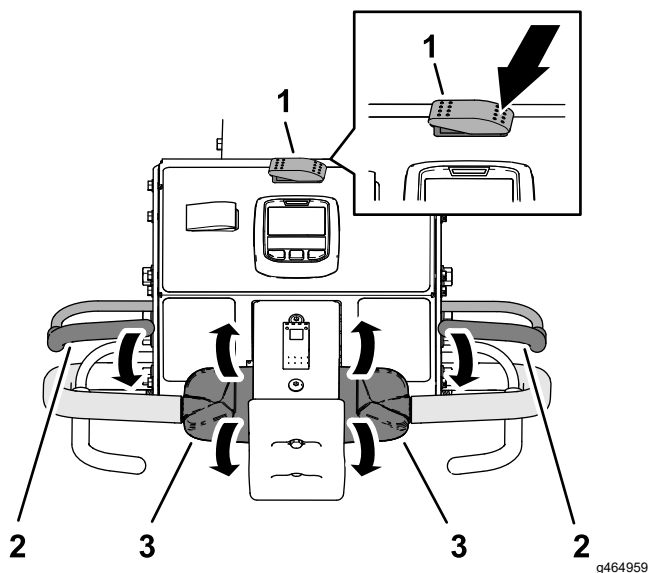

Figura 83
3. Pulse el lado izquierdo del interruptor de transporte/aireación a la posición de TRANSPORTE (Figura 83).
5. Agarre el manillar izquierdo o derecho y la barra de presencia del operador (Figura 83) y apriete la barra hacia el manillar.